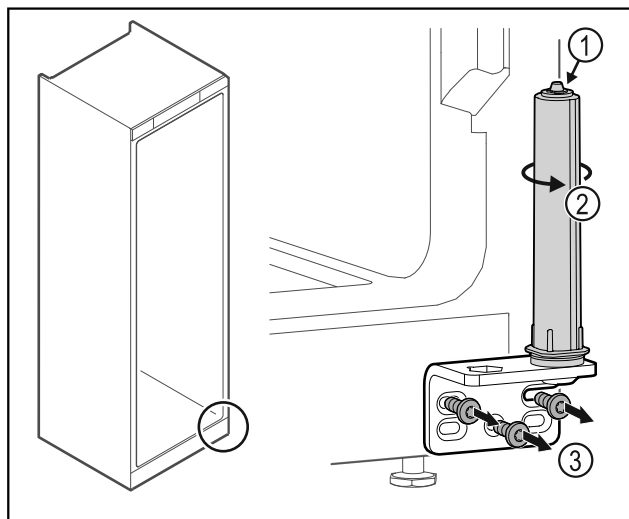

Fig. 38
- ▶ Systemu blokującego drzwi nie należy demontować Fig. 38 (1).
- ▶ System blokujący Fig. 38 (2) obrócić do momentu, aż kliknie.
- ▶ Odkręcić zawias Fig. 38 (3).